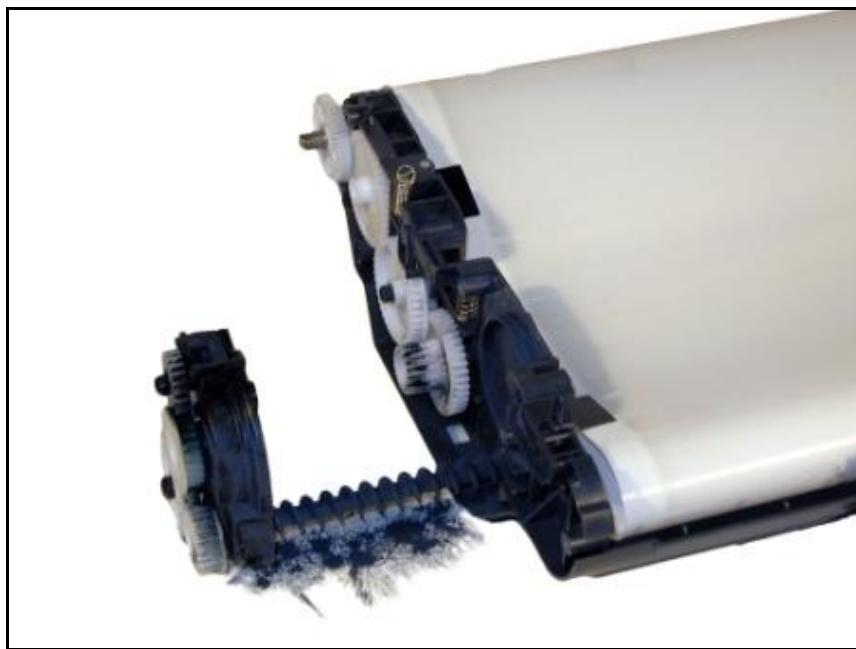

Ilustración 25
18. Levantar la cubierta negra con sus engranajes. La citada cubierta está pegada con adhesivo y deberá ser despegada con paciencia. No retirar los engranajes de la cubierta. Ver ilustración 25.